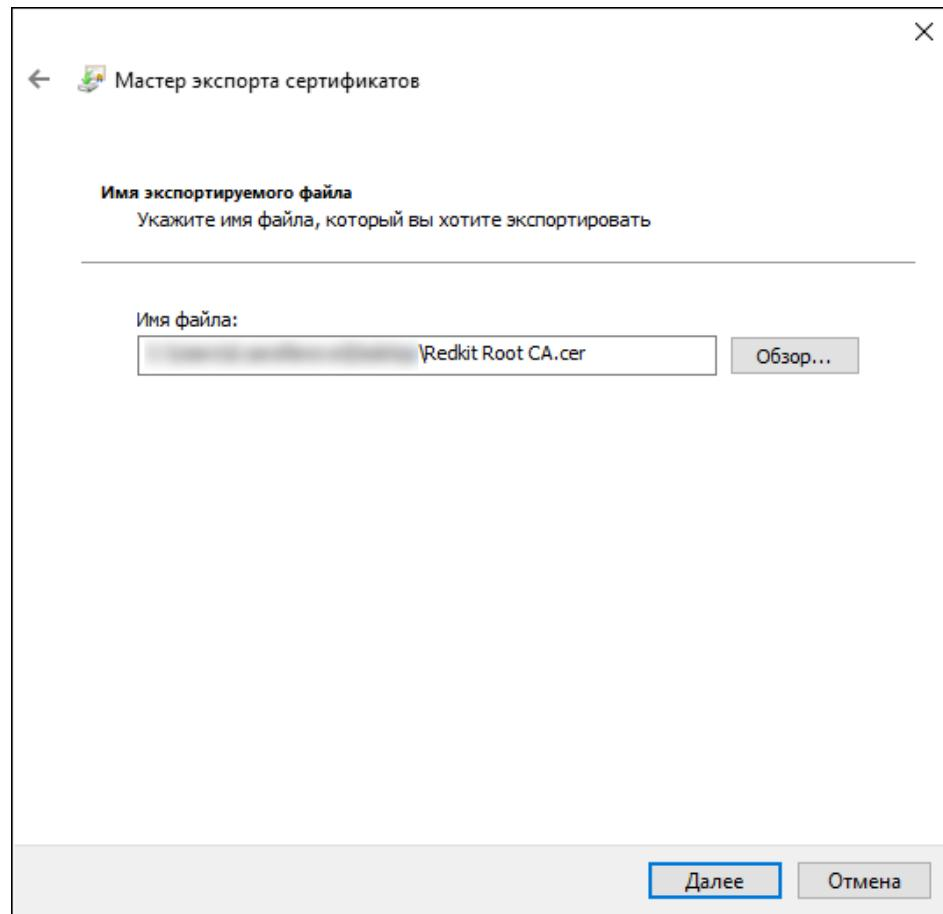

Рисунок 524 - Экспортируемый файл
8. Проверьте имя файла и нажмите Далее (Рисунок 524).